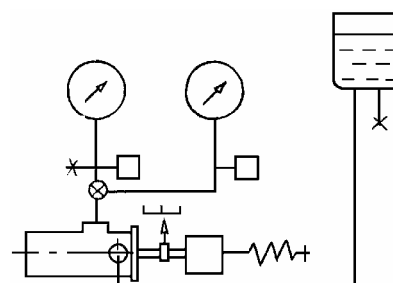

Рис.53.
18.2 Испытание цилиндра привода выключения сцепления, рис. 53: